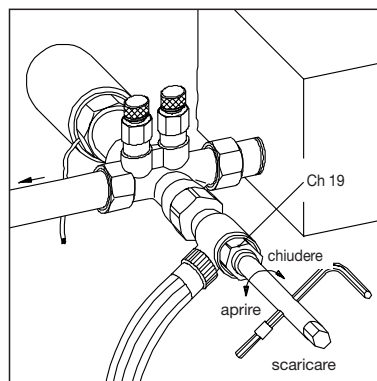

Fig. 4:
- 4 Posizionare l'attrezzo di scarico e carico sulla valvola e fissare il tubo di gomma da  $\frac{1}{2}$ " (fig. 4).
- 5 Posizionare la chiave esagonale Ch 10 sull'attrezzo di scarico e carico e girando in senso antiorario si scarica o si sfiata la batteria di raffreddamento dell'impianto a soffitto (fig. 4).
- 2 Dopo il ricaricamento posizionare la chiave esagonale Ch 10 sull'attrezzo e chiudere girando in senso orario (fig. 4).